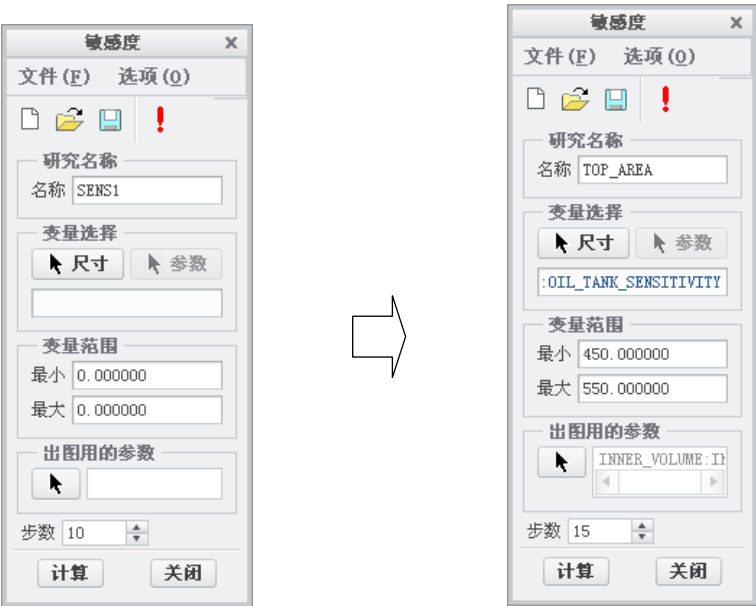

图 11.3.2 “敏感度”对话框
(1) 将工作目录设置至 D:\Creo1.2\work\ch11\ch11.03。
(2) 打开文件 oil_tank_sensitivity.prt。
Step2. 单击 **分析** 功能选项卡 **设计研究** 区域中的“敏感度分析”按钮。系统弹出图 11.3.2 所示的“敏感度”对话框。
Step3. 在图 11.3.2 所示的“敏感度”对话框中，进行如下操作：
Step4. 查看分析结果，在图 11.3.2 所示的“敏感度”对话框中，进行如下操作：